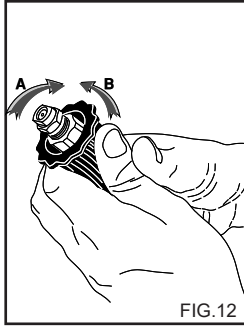

FIG.12
USO DELLA TESTINA REGOLABILE (Fig. 12)
2) Azionare l'idropulitrice, aprire il rubinetto detergente (se presente), attivare il comando di aspirazione del detergente presente sulla lancia (fig. 12) e cospargere la superficie da lavare agendo dal basso verso l' alto. Lasciare reagire per alcuni minuti.